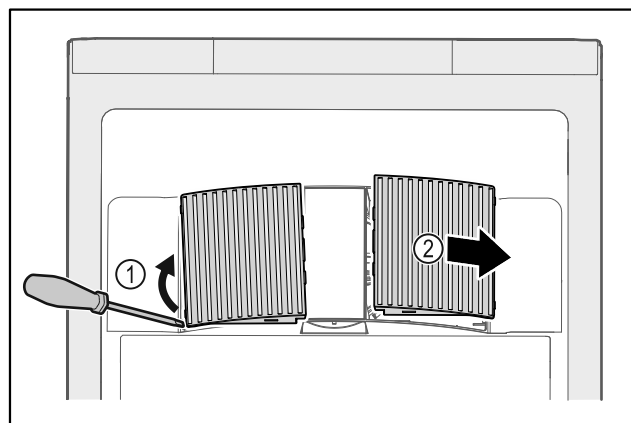

Fig. 126
- ▶ Кожух вентилятора обережно підважити зі сторони Fig. 126 (1) і витягнути рухом вперед Fig. 126 (2).